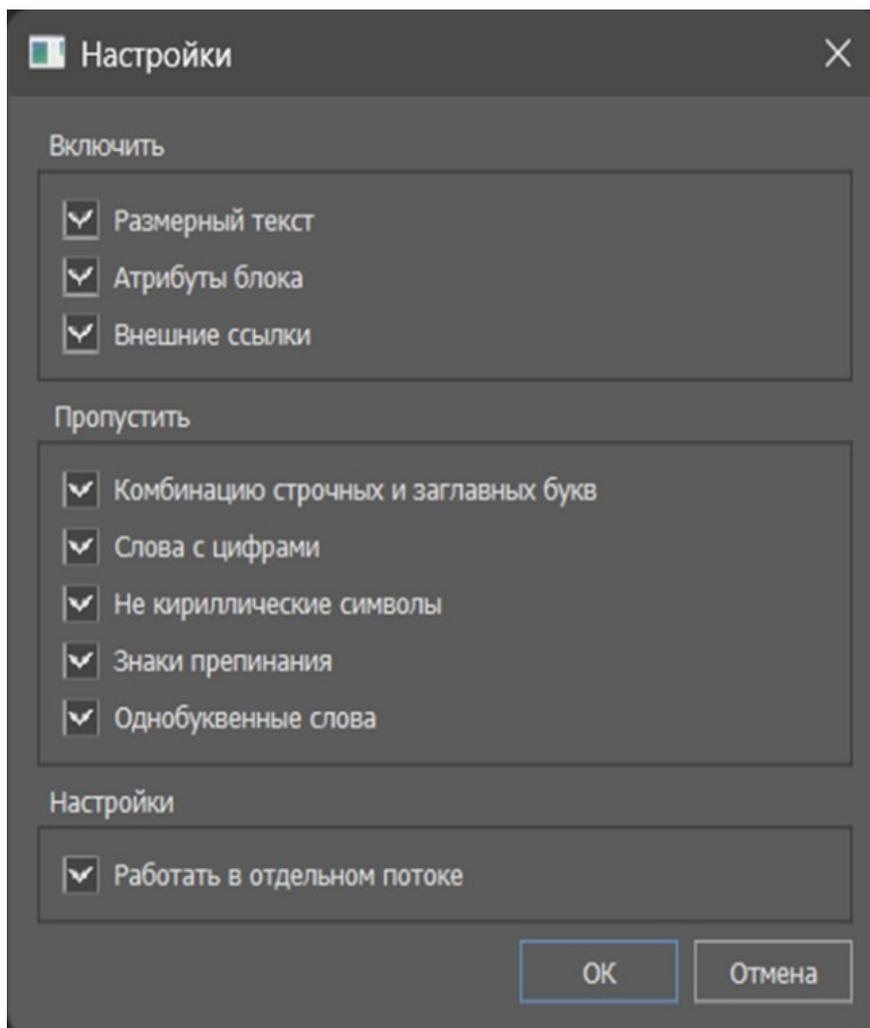

Рис. 4.15
- кнопка “Настройки” - открывает диалог настроек проверки орфографии (рис. 4.15), где можно: